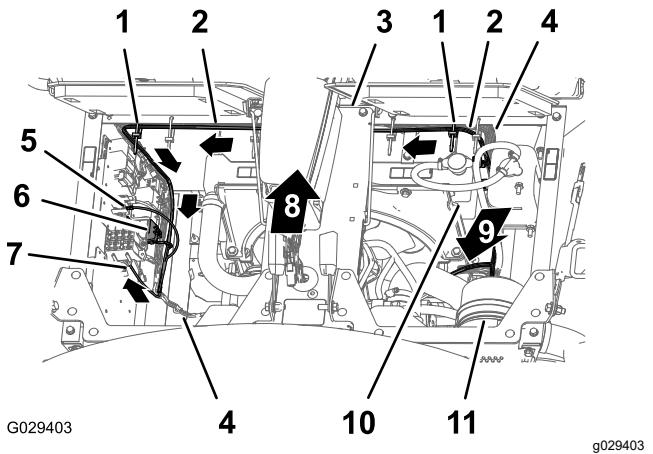

图 12
4. 如图 12 所示用 2 个扎带将修整组件的线束固定到机器线束上。
3. 沿着散热器的左侧向下安装线束的 197cm 发动机舱支管穿过配电板的底部图 12。